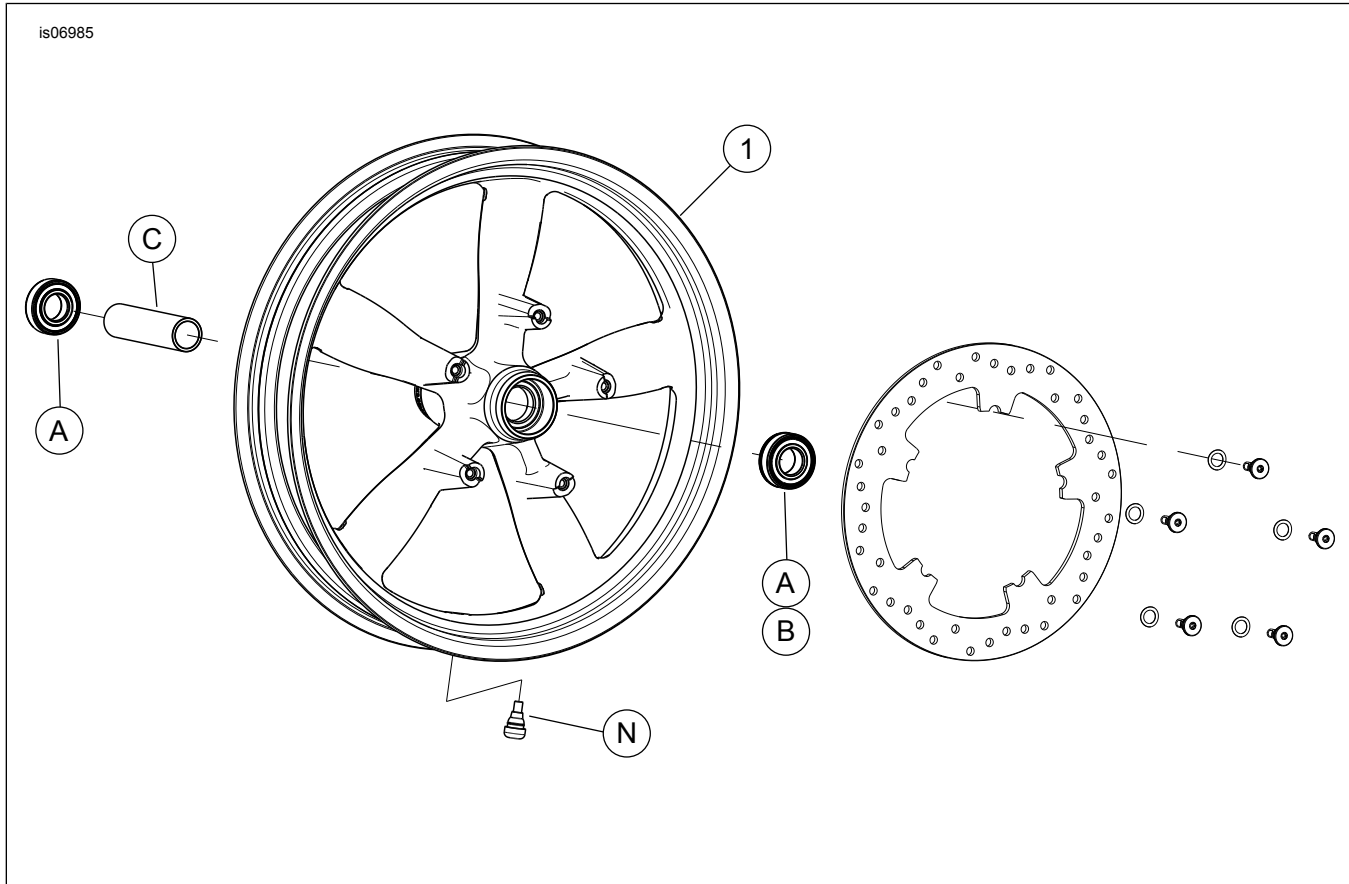

Figura 1. Parti di ricambio: Ruota anteriore Vapor
2. Vedere Figura 1. Installare il gruppo dello stelo della valvola (N) sulla ruota. Vedere il manuale di manutenzione.